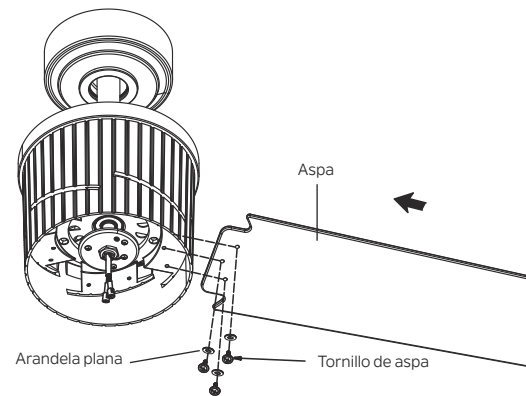

Figura 18
**Paso 1.** Deslice con cuidado el aspa a través de la ranura como se muestra. Apriete firmemente las cinco aspas con tornillos de aspa y arandelas planas. (Figura 18)